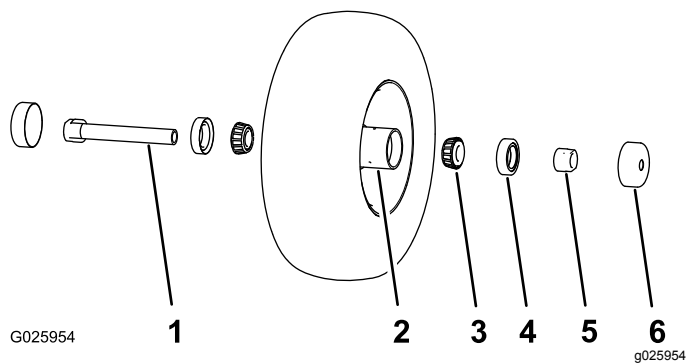

Figura 34
1. Retire los 2 protectores de los retenes del buje de la rueda (Figura 34).
2. Retire 1 de las tuercas espaciadoras del eje de la rueda giratoria (Figura 34).
Nota: Observe que las tuercas espaciadoras llevan adhesivo de roscas para pegarlas al eje (Figura 34).
3. Retire el eje (con la otra tuerca espaciadora aún montada en el mismo) del conjunto de la rueda giratoria (Figura 34).
4. Haga palanca para extraer las dos juntas de cojinete (Figura 34).
5. Retire ambos cojinetes e inspecciónelos en busca de desgaste o daños (Figura 34).
1. Introduzca un cojinete en el buje de la rueda (Figura 34).
2. Introduzca el retén del cojinete en el buje en el cojinete (Figura 34).
- C. Enrosque la tuerca del eje, con los segmentos planos para llave inglesa hacia fuera, en el extremo del eje que está preparado con el adhesivo de roscas (Figura 34).
4. Introduzca el eje con la tuerca montada en él en la rueda, en el lado que contiene el retén nuevo y el cojinete (Figura 34).
6. Introduzca el otro cojinete y un retén nuevo en la rueda (Figura 34).
9. Instale los protectores de los retenes sobre el buje de la rueda (Figura 34).